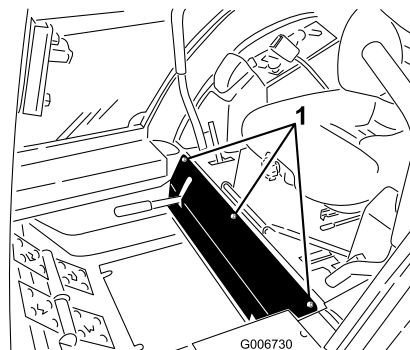

Figure 66
2. Retirez les boulons de fixation du panneau avant et déposez le panneau (Figure 66).